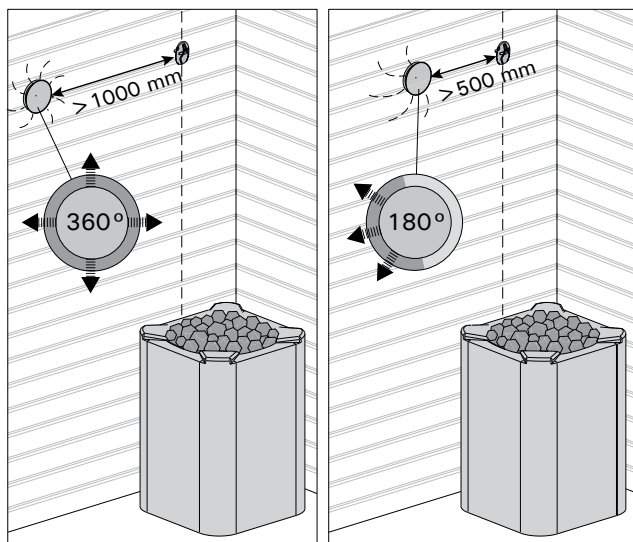

Рисунок 12. Минимальное расстояние между термостатом и вентилятором
**Внимание! Не устанавливайте термостат на расстоянии менее 1000 мм от ненаправленного вентилятора или на расстоянии менее 500 мм от вентилятора, действующего в направлении от термостата. См. рис. 12.** Поток воздуха вблизи термостата охлаждает датчик температуры и приводит к неточности показаний устройства управления. В результате возможен перегрев каменки.